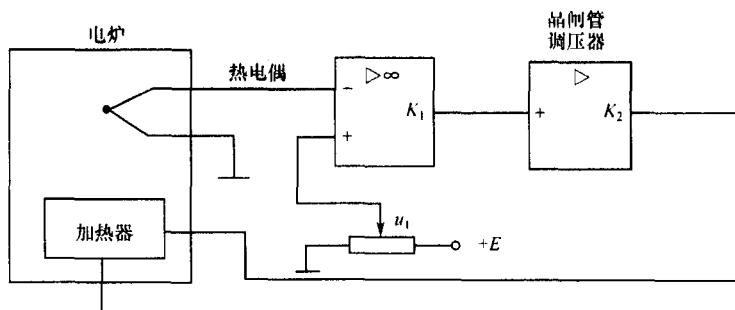

图 1-2 炉温控制系统
1. 图 1-2 表示一个炉温控制系统。说明工作原理,指出控制对象、参考输入、被控变量,以及功率放大元件、执行元件、测量元件,绘出元件框图。说明该系统是定值控制系统